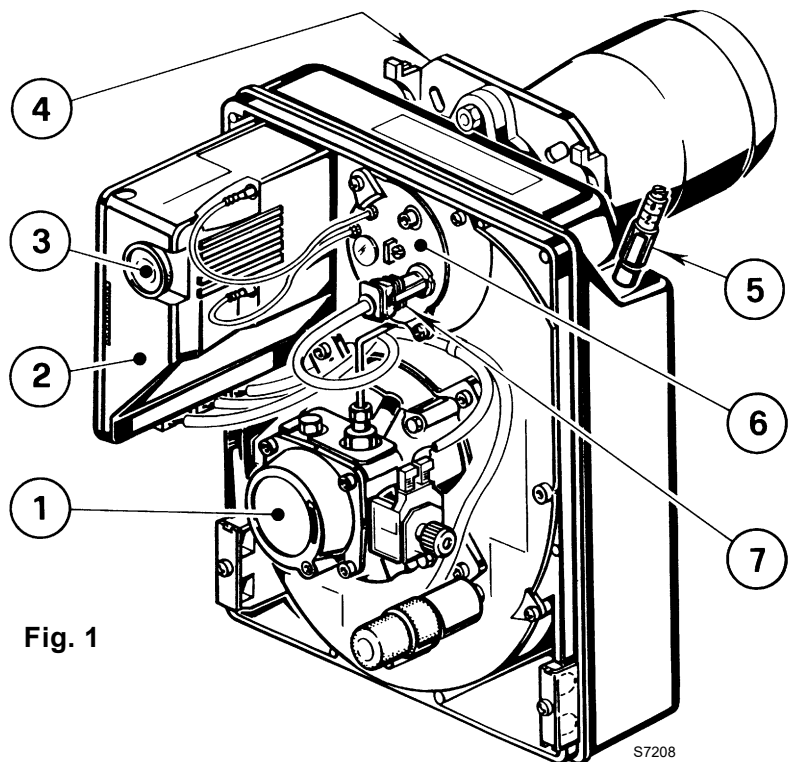

Fig. 1
C El bloqueo está señalizado por una lámpara en la caja de control (3, Fig. 1, pág. 1).
- Efectuar la limpieza de la sensor llama (7, Fig. 1, pág. 1).
Una anomalía, en la gran mayoría de los casos, da lugar a que se encienda la señal del botón de rearme de la caja de control (3, Fig. 1, pág. 1).